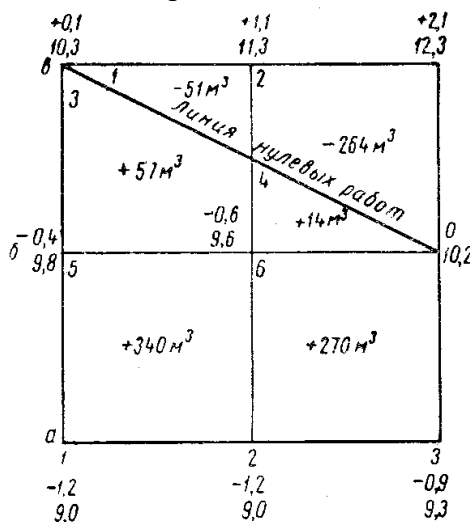

Рисунок 17. К составлению картограммы
**Пример.** Дан квадрат 20x20 м. в масштабе 1:500, черные отметки вершин квадратов  $a/1 = 9,0$ ;  $b/1 = 9,8$ ;  $v/1 = 10,3$ ;  $a/2 = 9,0$ ;  $b/2 = 9,6$ ;  $v/2 = 11,3$ ;  $a/3 = 9,3$ ;  $b/3 = 10,2$ ;  $v/3 = 12,3$  и отметка проектной (красной), равная 10,2 м. (рисунок 17).
1. Вычисляем рабочие отметки (как разность между черными и красными отметками). Так для вершин, а/1 рабочая отметка составила  $9,0-10,2 = -1,2$  м (рис.17). Для вершины квадрата б/1  $= 9,8-10,2 = -0,4$  м. Для вершины квадрата в/1  $= 10,3-10,2 = +0,1$  м и т.д.